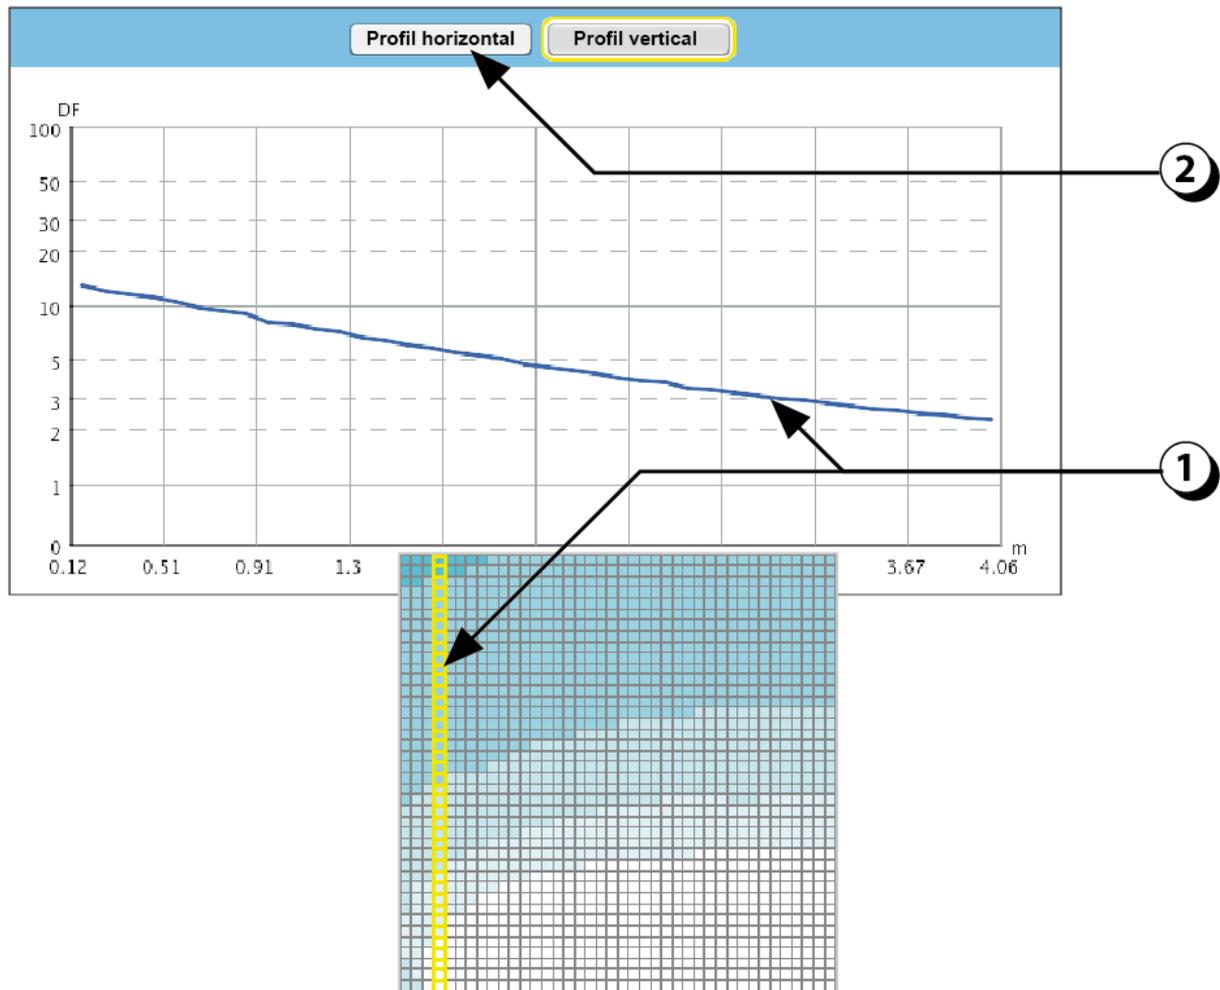

Figure 107 : Affichage des profils de FLJ.
4. Le fait de cliquer sur une des mailles permet de tracer un profil des valeurs de FLJ (profil horizontal ou vertical, cf. Figure 107).
4. Le fait de cliquer permet de tracer un profil (horizontal ou vertical) des valeurs d'autonomie (voir facteurs de lumière du jour, cf. Figure 107).